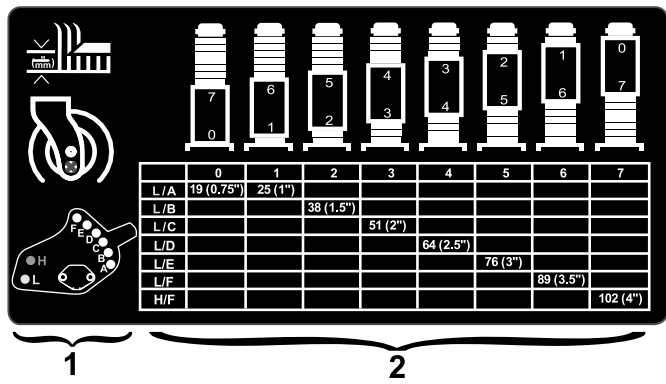

图 19
2. 请参阅剪草高度标贴上的剪草高度设置表 图 19 了解常见的剪草高度设置。
4. 要获得所需的剪草高度请将螺栓安装到图 19 中指定的位置上上紧螺母扭矩至 60N·m。
5. 要调节脚轮叉的位置请从前脚轮轴拆下剪草高度旋盖然后调整脚轮轴轮毂两侧的隔片数量图 19。